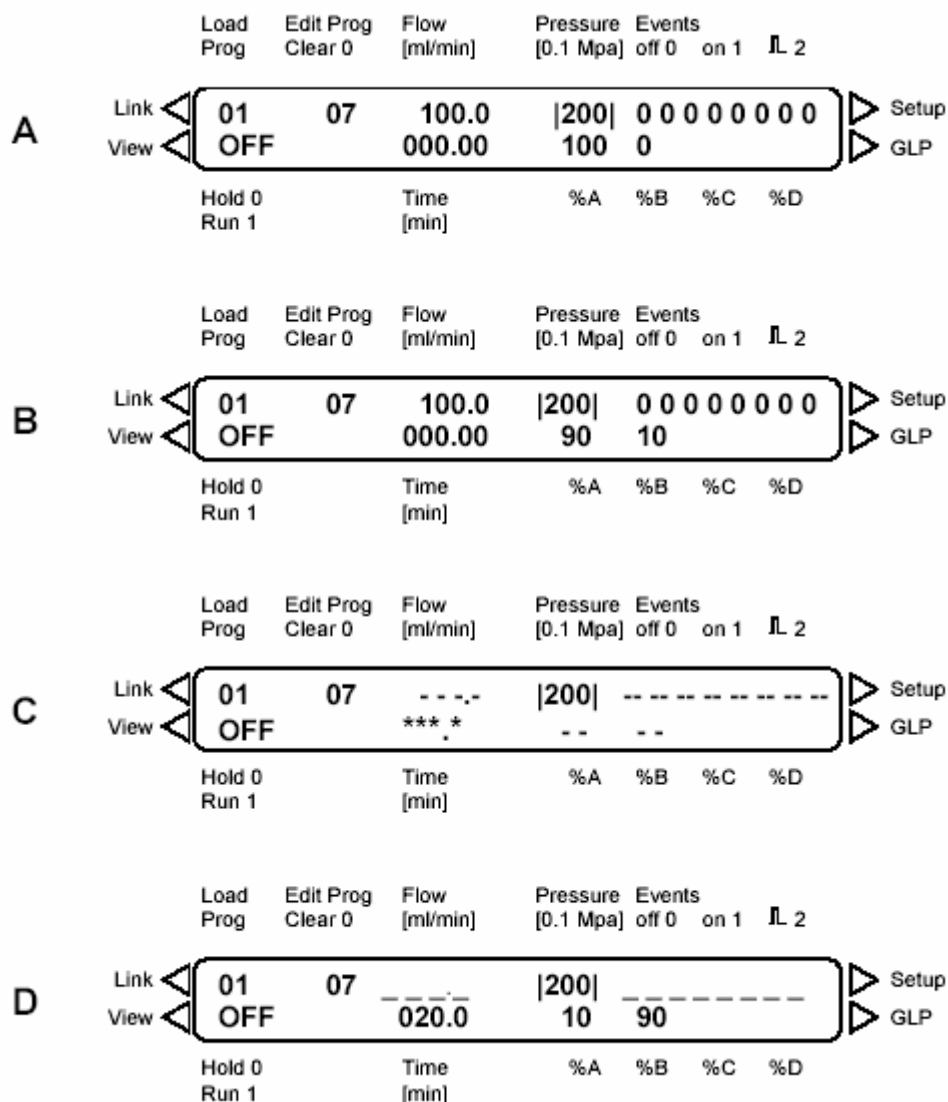

Рис. 17 Вид дисплея при создании программы (см. «Пример создания программы»)
При создании новой строки всем параметрам присваивается статус «No changes», представляемым в виде строк из подчеркивающих символов (рис. 17 D). Статус «No changes» позволяет изменять отдельные параметры без повторного ввода остальных параметров.
4. Нажмите \blacktriangle для установки расхода элюента: нажмите 1, 0, 0 и затем ∇ для ввода значения 100,0 мл/мин. Индикация дисплея будет выглядеть, как на рис. 17 А, курсор в поле TIME мигает.
5. Нажмите \blacktriangleright для входа в поле % А, затем 9 и 0 и \blacktriangleleft для подтверждения ввода. Количество % В рассчитывается автоматически и устанавливается равным 10%. Индикация дисплея в этом случае выглядит, как на рис. 17 В.
6. Нажмите снова ∇ для создания следующей программной строки путем определения нового шага по времени. Индикация дисплея, как на рис. 17 С, курсор мигает на первой из звездочек.
8. Нажмите 1 и 0 для ввода 10% А и затем \blacktriangleleft для подтверждения ввода. Количество % В рассчитывается автоматически и устанавливается равным 90%. Введите значение расхода элюента 100,0 мл/мин. Индикация дисплея показана на рис. 17 D.